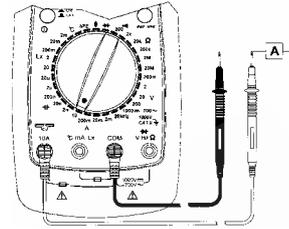

Рисунок 6
- (1) Вставьте штекер черного щупа в гнездо COM, а красного в гнездо 10A.
- (2) Установите поворотный переключатель в положение 10A. Подключите щупы, как показано на рис. 6.
- (3) Если на дисплее Вы увидите только символ "0L", это означает состояние перегрузки.
- (4) Прочитайте на ЖК-дисплее показание результата измерения. Полярность красного щупа будет соответствовать полярности, индицируемой вместе с величиной напряжения.
- (5) Для измерения переменного тока нажмите кнопку "ACA"; для возврата в режим измерения постоянного тока еще раз нажмите кнопку "DCA".